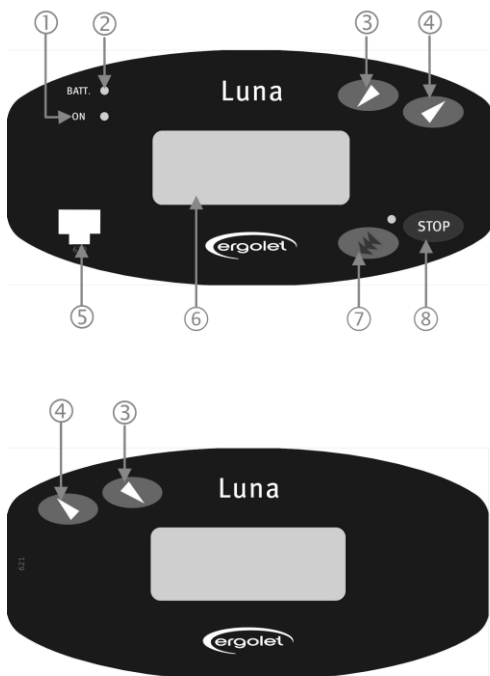

Fig 2.1
Håndbetjeningen isættes stikindgang ifølge fig. 2.1 (pos. 5), og Luna er klar til brug.